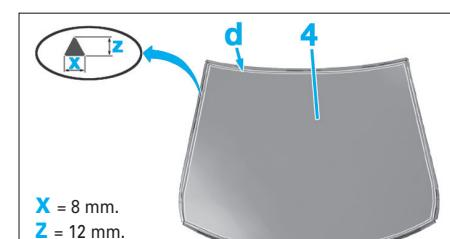

FIG. 21
- Tailler la buse de la cartouche de colle en section triangulaire pour obtenir un cordon d'adhésif joint de largeur X et de hauteur Z (Fig.21).